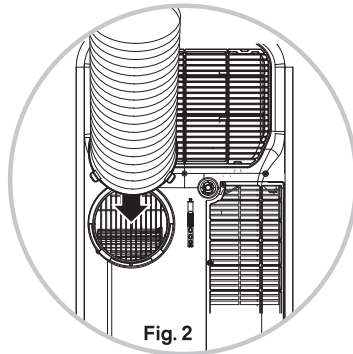

Fig. 2
4. Deslice el conector de escape (n.º 13) hacia la salida de aire (n.º 9) ubicada en la parte trasera de la unidad. (Fig. 2)